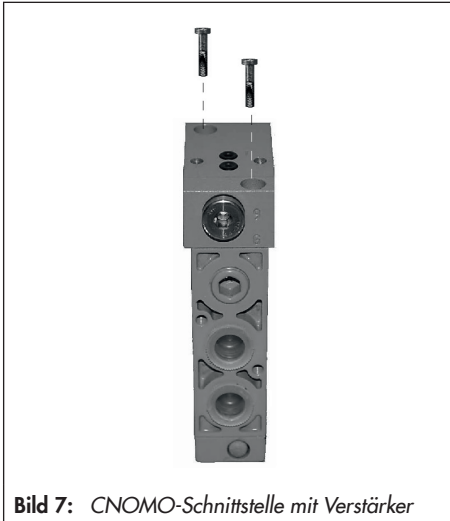

Bild 7: CNOMO-Schnittstelle mit Verstärker
- Lösen der beiden Innensechskantschrauben (Bild 6) und den schwarzen Kopf entfernen. Darauf achten, dass die beiden schwarzen O-Ringe auf der CNO-MO-Schnittstelle nicht beschädigt werden (Bild 7).
- Lösen der beiden Innensechskantschrauben (Bild 7) und vorsichtig die CNO-MO-Schnittstelle entfernen.
- Befestigung der CNOMO-Schnittstelle mit Hilfe der beiden Innensechskantschrauben (Bild 7).